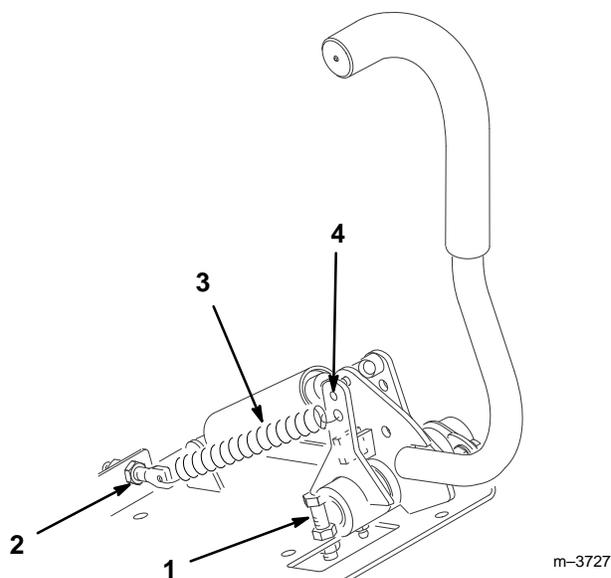

Abbildung 47
1. Die Muttern an der Anschlagschraube unter der Reglereinheit lösen (Abb. 47).
1. Zur Einstellung des Widerstands die Muttern an der Augenschraube lösen, die die Federn an der Montageplatte halten (Abb. 47).
2. Um den Widerstand zu verringern, die Muttern von den Augenschrauben herunterdrehen (Abb. 47). Die Muttern anziehen, um die neu eingestellte Position beizubehalten.
3. Um den Widerstand zu erhöhen, die Muttern auf die Augenschrauben heraufdrehen (Abb. 47). Die Muttern anziehen, um die neu eingestellte Position beizubehalten.
4. Wenn ein größerer Widerstand gewünscht wird, kann der vordere Haken der Federn in das äußere Loch in den Reglern eingehakt werden (Abb. 47).